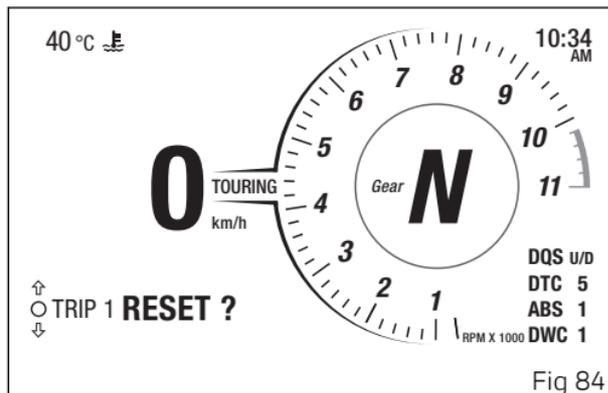

Fig 84
Le informazioni di viaggio "TRIP 1", "CONS.AVG 1", "SPEED AVG 1" e "TRIP TIME 1" possono essere azzerate premendo il pulsante ENTER (3) quando selezionate: viene visualizzata la scritta "RESET?" (Fig 84).